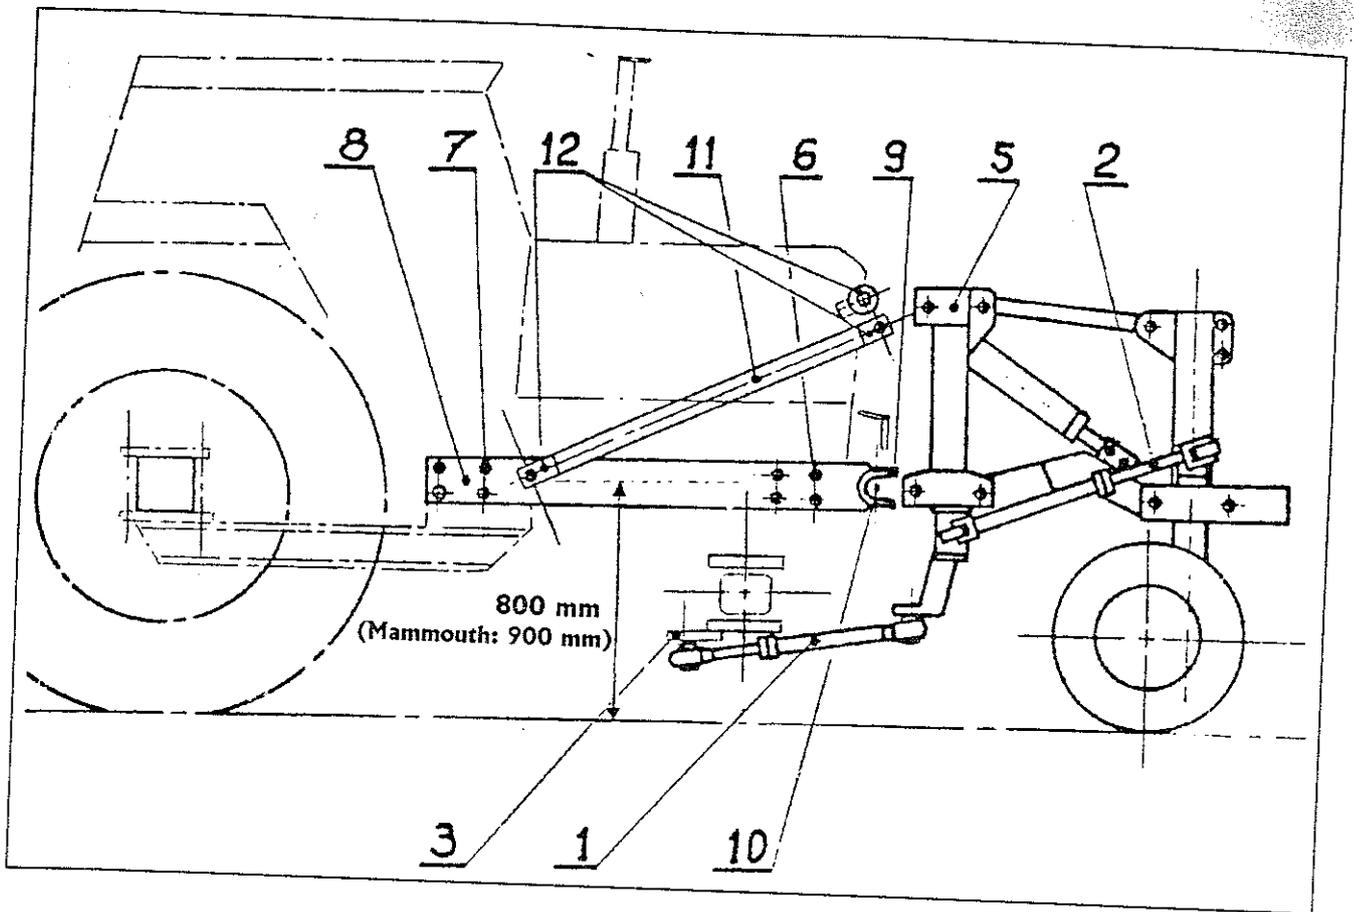

Figure 1 Attelage du Nivelsoil
Présenter le cadre du nivelsol (Figure 1 repère 5) devant le tracteur. Celui-ci doit se trouver perpendiculaire au sol. L'axe des mâchoires (repère 10), doit se trouver à une hauteur de 800 mm (900 mm pour les modèles Mammouth).
- 5) Attelez ensuite le Nivelsol (Figure 1): démarrez le tracteur et choisissez un rapport de vitesse lent. Approchez vous des bras du nivelsol de face afin de bien faire rentrer les axes inférieur 9 dans les mâchoires 10 et l'axe supérieure (rep 12). Lorsque les mâchoires sont enfilées à fond, engagez l'axe de maintien à fond et le sécuriser avec sa goupille.